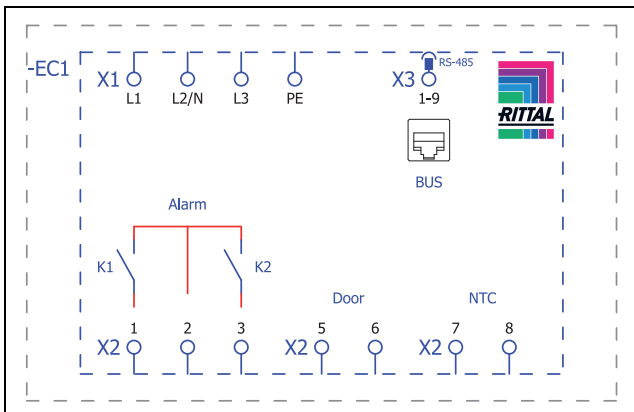
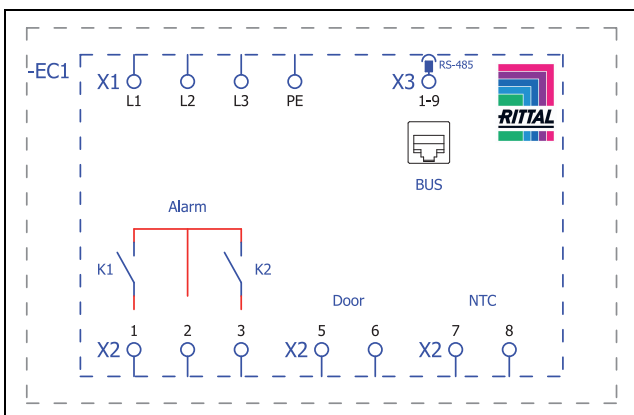

Fig. 37: Schema elettrico SK 3185330, SK 3186330, SK 3187330
Fig. 38: Schema elettrico SK 3188340, SK 3189340
■ Prendere il connettore di rete fornito in dotazione e realizzare il collegamento in base al relativo schema elettrico (fig. 37 oppure fig. 38).